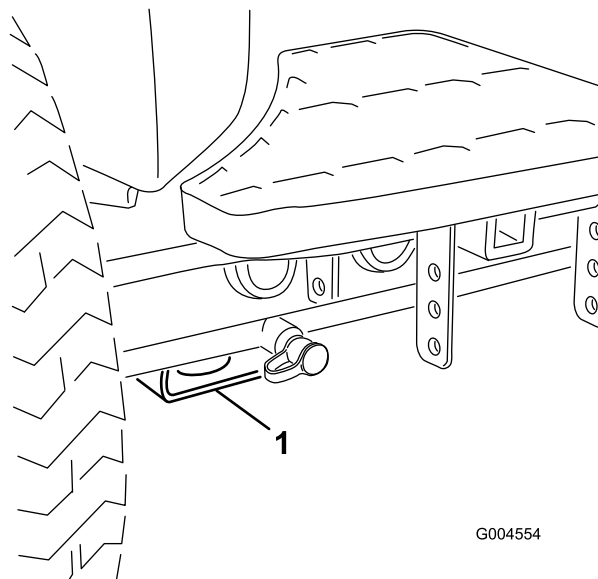

Figura 42
- Anteriore – supporto rettangolare, sotto il tubo dell'assale, all'interno delle ruote anteriori (Figura 42).